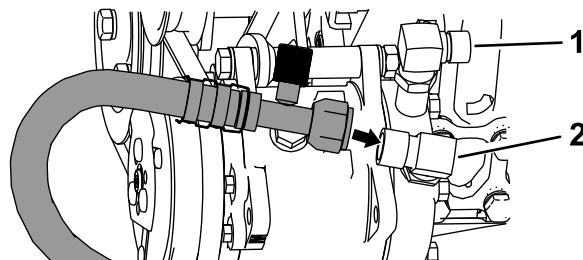
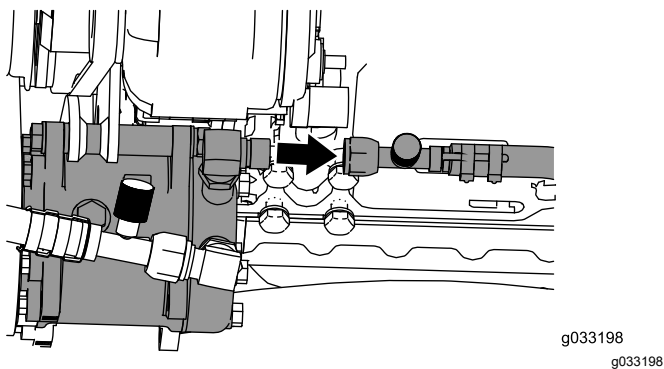

Figura 40
Figura 41
Nota: Asegúrese de que los acoplamientos se han instalado con los ángulos mostrados en la Figura 40 y en la Figura 41.
1. Conecte la manguera de baja presión del aire acondicionado ($\frac{7}{8}$ ") desde la cabina hasta el acoplamiento de 90° ($\frac{7}{8}$ "), según se muestra en Figura 40.
acoplamiento de 90° ($\frac{3}{4}$ "), según se muestra en Figura 41.